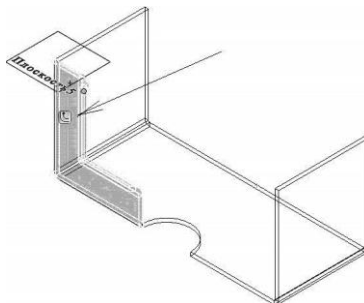

Рисунок 3.6
11. У вікні **Кромка под углом** визначте елемент, який необхідно розповсюдити (новостворений ескіз) → при улаштуванні крайки під кутом у вікні **Расположение кромки** оберіть **Материалом наружу** → ОК. Крайка під кутом буде поширена по зв'язаних крайках (межах) до прорізу (рис. 3.6) (такий результат можна отримати і при натисканні на кнопку моделювання, що зображена на рис. 3.6).